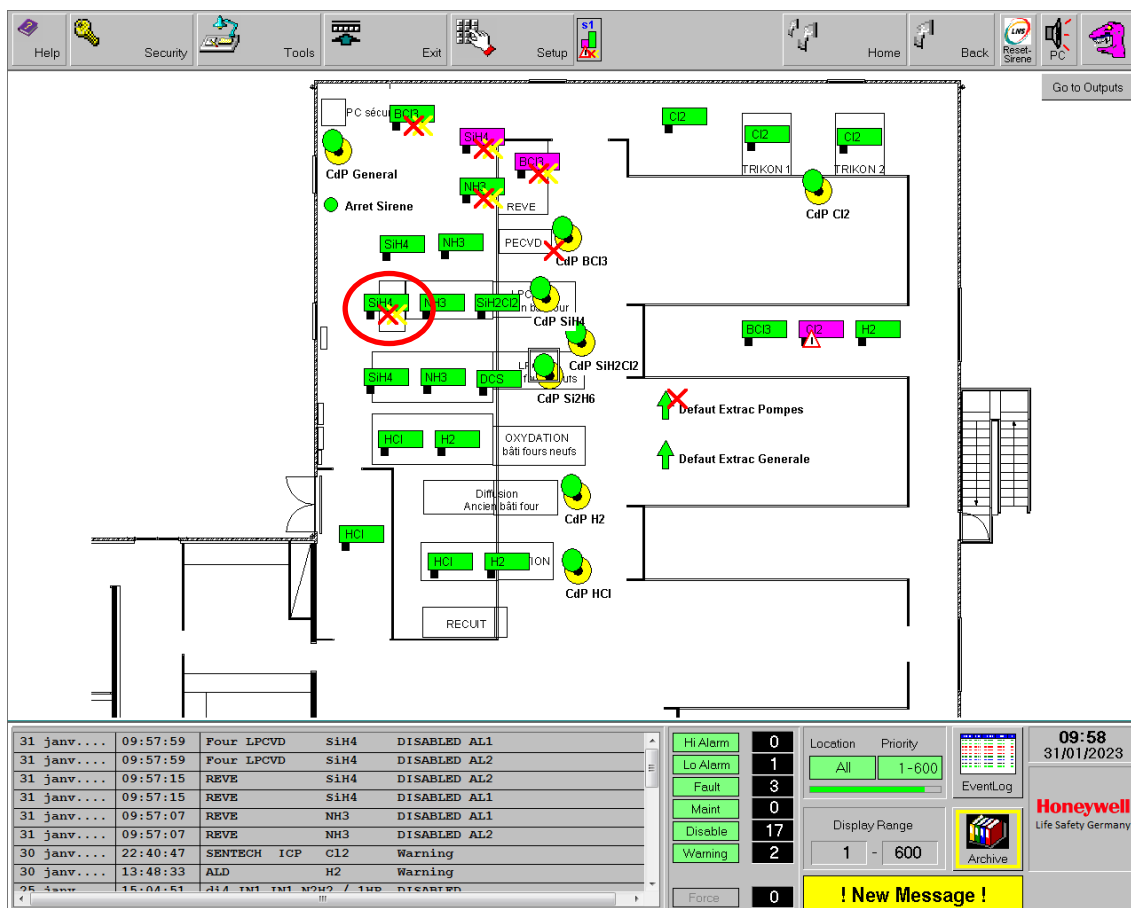

Figure 12 : Synoptique alarme acquittée capteur SiH4 four LPCVD
- L'alarme est acquittée et le capteur désactivé (Figure 12)
- Cliquer sur le capteur SiH4 LPCVD dont vous voulez réactiver l'alarme (porteur d'une double croix rouge et jaune) (Figure 12)